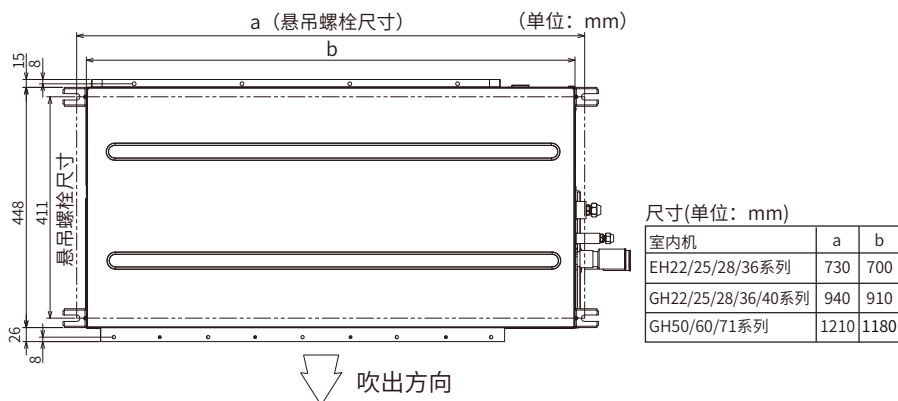

图15悬吊螺栓
- (1) 标示悬吊螺栓位置、制冷剂管位置和排水管位置。
- (2) 安装尺寸如图15所示。